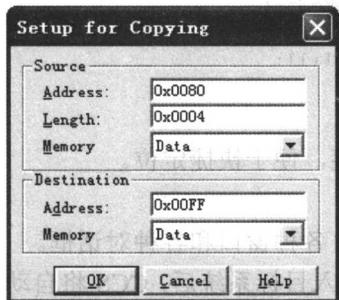

图 1.9 存储块复制对话框
- Memory→Copy，能将某一存储块（利用起始地址和长度）的数据复制到另一存储块。单击该命令，将出现如图 1.9 所示的对话框。对话框所示为从 0x0080 开始的长度为 4 的数据段存储器的值复制到数据段起始地址 0x0OFF 处。